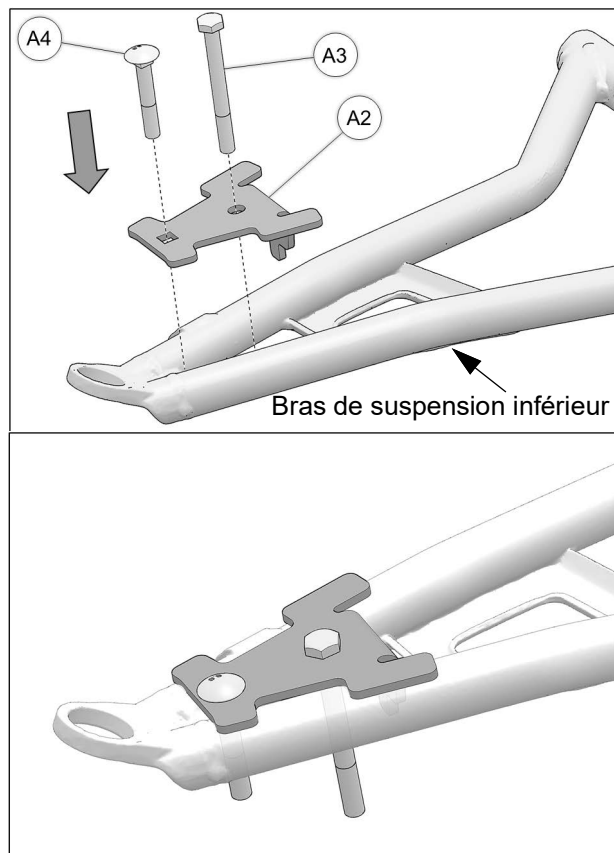

Fig. 14
5. Insérer le boulon M10x100mm (A3) et le boulon de carrosserie M10x65mm (A4) dans la partie supérieure de l'ancrage (A2) et positionner ce sous-ensemble sur le bras de suspension inférieur. Voir la Fig. 14